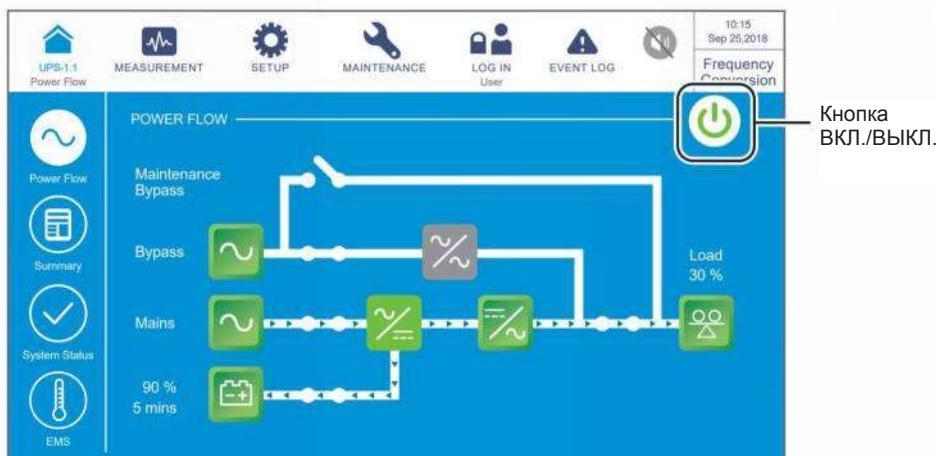

Рисунок 6-57: Экран режима преобразования частоты и кнопка ВКЛ./ВЫКЛ.
- 1 В режиме преобразования частоты на ЖК-дисплее отображается следующий экран (*Рисунок 6-57*), а трехцветный светодиодный индикатор горит зеленым. Расположение трехцветного светодиодного индикатора см. на *Рисунке 2-11*.